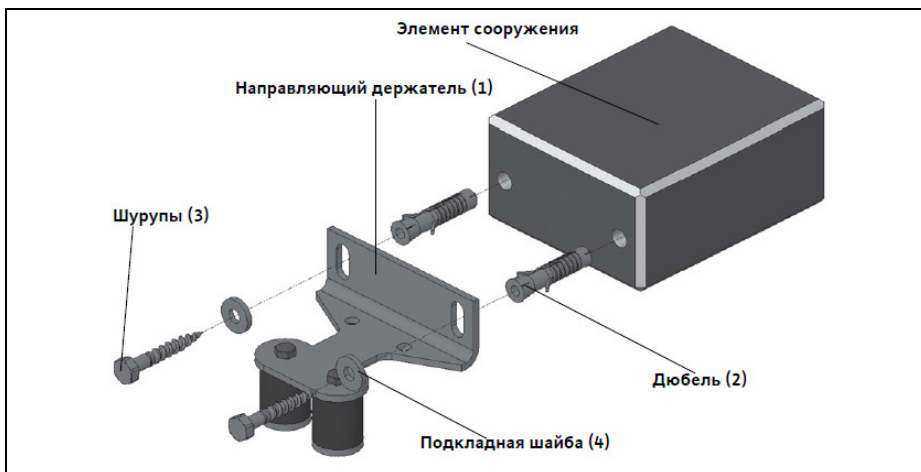

Рис. I-2: Монтаж направляющего держателя при креплении на стенке шахты
- Верхний направляющий держатель (1, рис. I-2) приложить в предусмотренное положение и разметить отверстия
- Снять направляющий держатель (1), просверлить отверстия и вставить дюбеля (2)
- Приложить направляющий держатель (1) и слегка закрепить прилагаемыми шурупами (3) с подкладными шайбами (4).